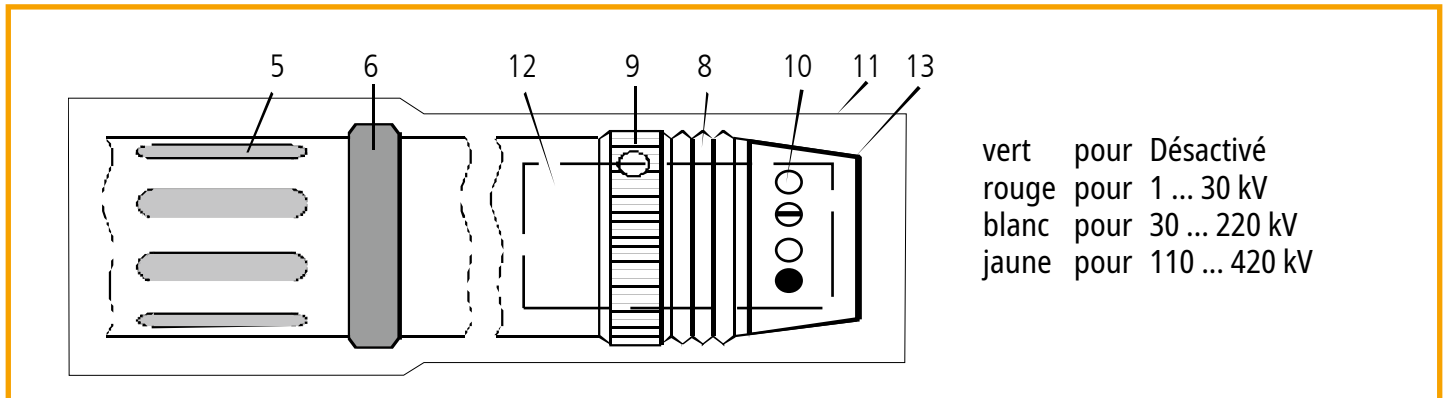

Figure 6 Tête de travail avec pièce d'affichage
- ⇒ Le détecteur de haute tension est un détecteur de tension à plages multiples. La commutation des plages de tension s'effectue au moyen d'une bague de commutation jaune (9) sur la tête de travail (voir figure 6).
- ⇒ Le détecteur de haute tension possède une **bague de commutation (9)** jaune moletée sur la tête de travail. Lorsqu'elle est tournée, l'appareil est mis en marche. En même temps, la plage de tension nominale correspondante est activée (voir figure 6).